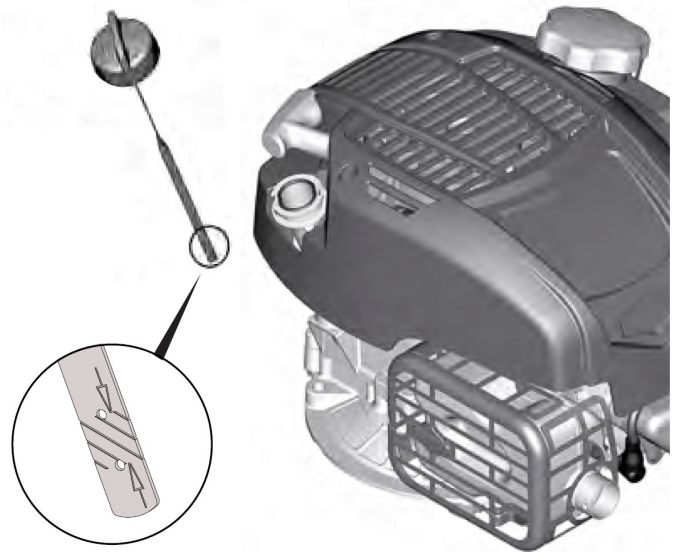

Рис.3
2. Поверните крышку-щуп маслосазливной горловины против часовой стрелки (смотреть сверху) на 90° и извлеките щуп (Рис. 3).
5. Снова извлеките щуп и осмотрите его. Уровень масла должен соответствовать верхней отметке на щупе (Рис. 3). При недостаточном уровне масла в картере необходимо долить чистое масло до верхней отметки на щупе. Не допускайте перелива или превышения максимального уровня масла в картере двигателя.